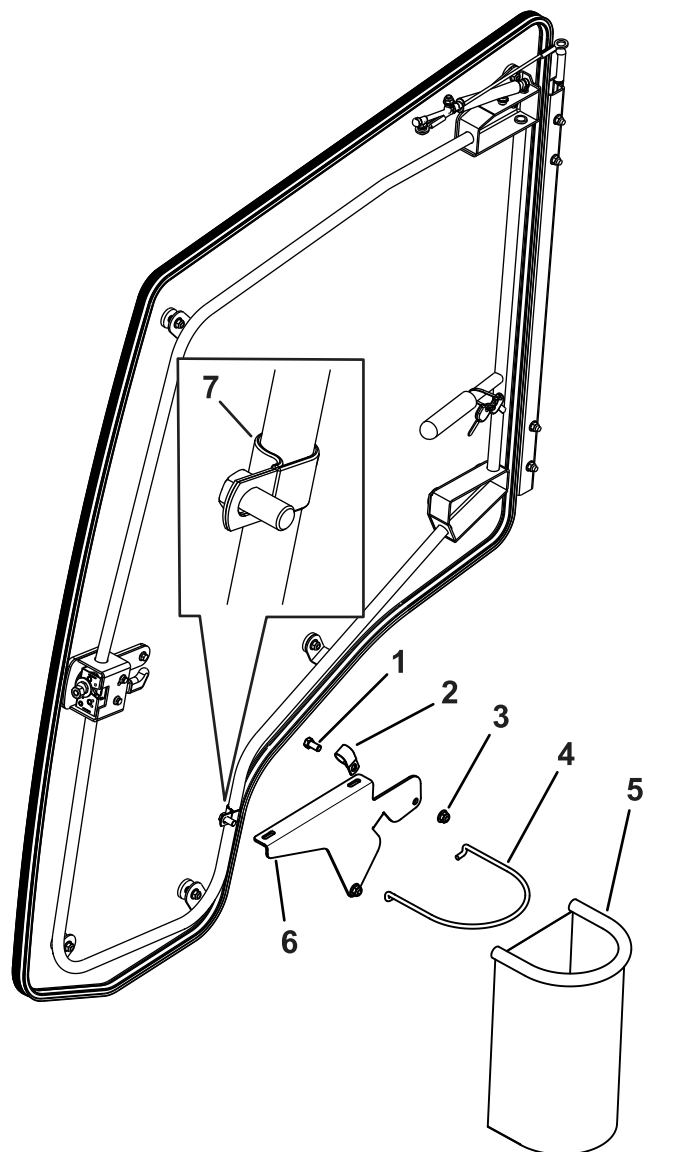

Figure 1
2. Montez les colliers en R sur la porte (Figure 1).
3. Fixez légèrement le grand support sur la porte à l'aide de 2 boulons (3/8" x 3/4") et 2 contre-écrous (3/8"), comme montré à la Figure 1.
4. Montez le support sur la porte de telle façon qu'il ne gêne pas la machine (Figure 1).
5. Serrez les boulons de fixation du grand support (Figure 1).
6. Installez le sac à déchets et la tige sur le grand support (Figure 1).